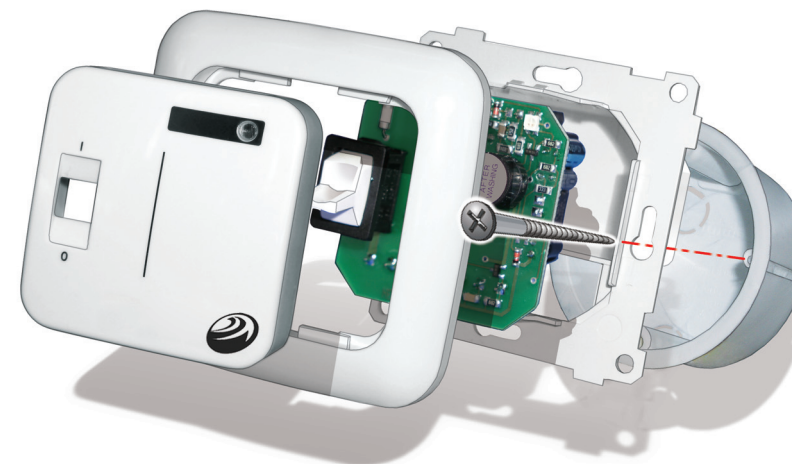

Рис. 11 Установка контроллера СКПВ220В-мини в монтажную коробку.
- установите прибор в монтажную коробку и зафиксируйте как минимум двумя винтами (рис. 11).